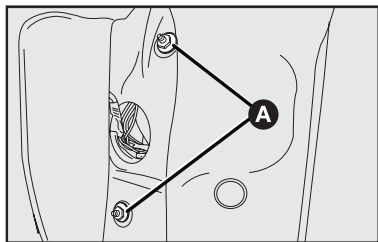

fig. 35
- 1) Por dentro do porta-malas, levantar a abertura no carpete e soltar as porcas **A-fig. 35**;